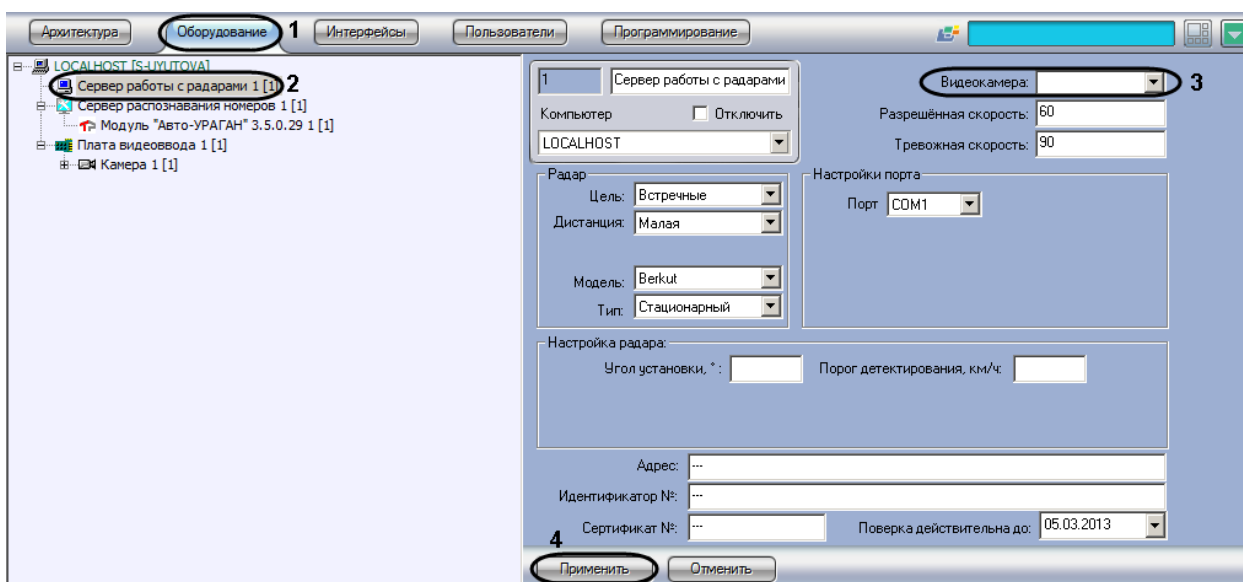

Рис. 7.3—2. Выбор объекта «Камера» для совместной работы с Сервером распознавания номеров
2. В дереве объектов на вкладке «Оборудование» выбрать объект «Сервер работы с радарными», соответствующий настраиваемому программному модулю «Радар» (см. Рис. 7.3—2, 2). В правой части вкладки «Оборудование» отобразится панель настройки выбранного объекта.
3. В списке «Видеокамера» выбрать объект «Камера», который соответствует видеокамере, настроенной для совместной работы с Сервером распознавания номеров (см. Рис. 7.3—2, 3).
4. Нажать кнопку «Применить» (см. Рис. 7.3—2, 4).